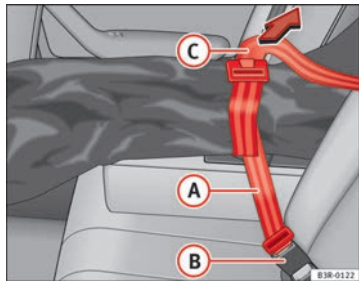

Fig. 128 Modo de asegurar el saco para objetos alargados en el cierre del cinturón
- Introduzca el cinturón ⇒ fig. 128 del saco en el cierre del cinturón central .